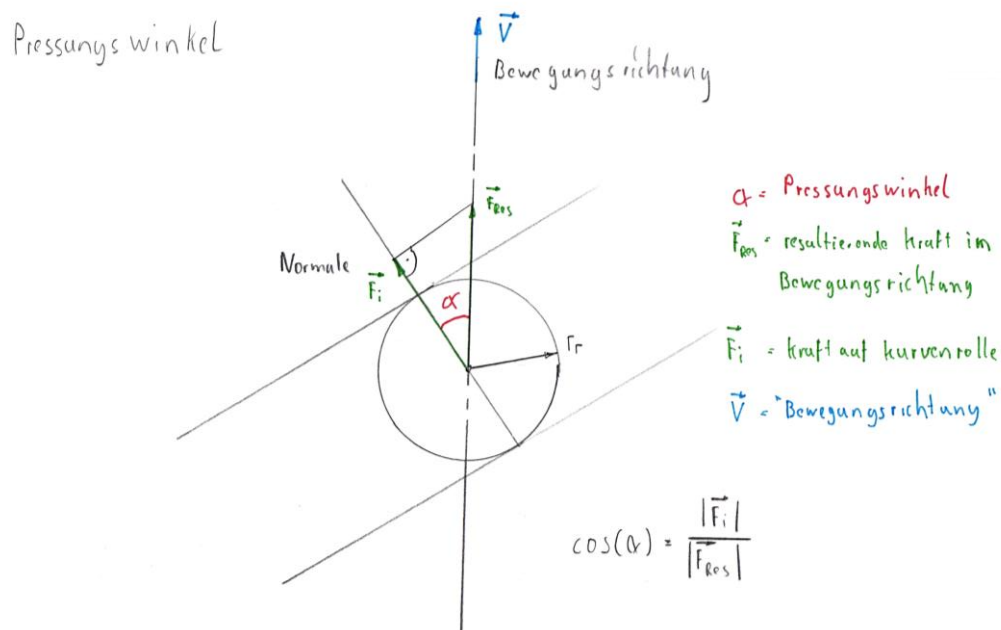

Abbildung 2: Pressungswinkel
- Verbesserung des Pressungswinkels, siehe Abbildung 2 (Konstruktion)